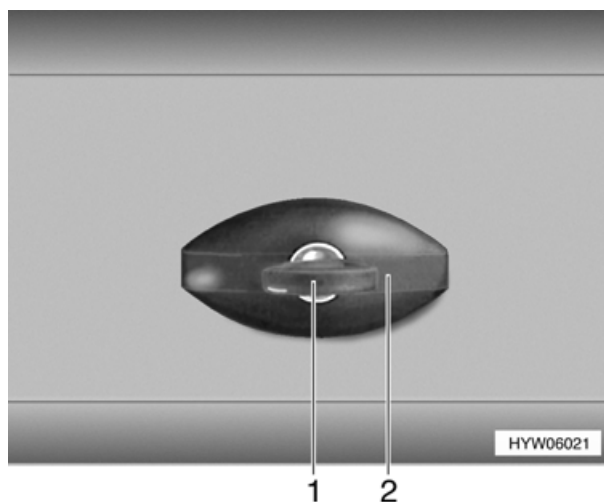

Fig. 14 Serratura dello sportello (variante 1), chiusa
▷ In caso di pioggia è possibile che dell'acqua penetri nella serratura aperta dello sportello. Chiudere perciò la maniglia della serratura (Fig. 14,2) come illustrato in Fig. 14.
- Inserire la chiave nel cilindro della serratura (Fig. 14,1) e girare in senso antiorario di un quarto di giro. La maniglia della serratura (Fig. 14,2) scatta all'infuori.
- Girare la maniglia della serratura in senso orario (Fig. 14,2) fino in posizione orizzontale. La serratura dello sportello è ora bloccata, ma non è chiusa.
- Inserire la chiave nel cilindro della serratura (Fig. 14,1).